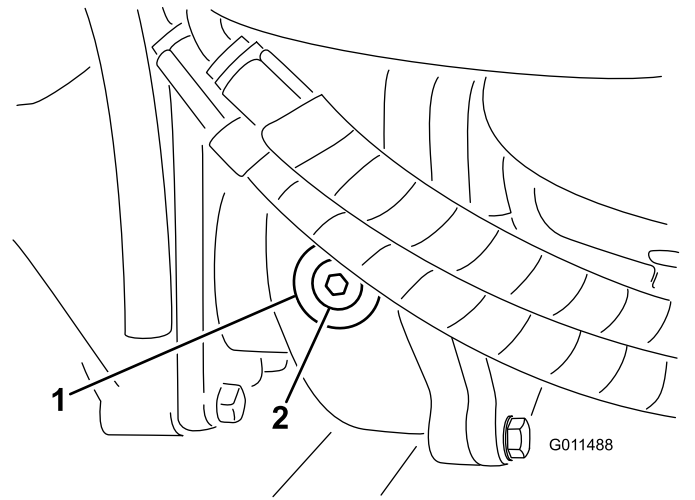

Figure 86
2. Enlevez le bouchon de contrôle/remplissage du côté gauche du boîtier d'engrenages et vérifiez que le lubrifiant atteint la base de l'orifice (**Figure 86**).